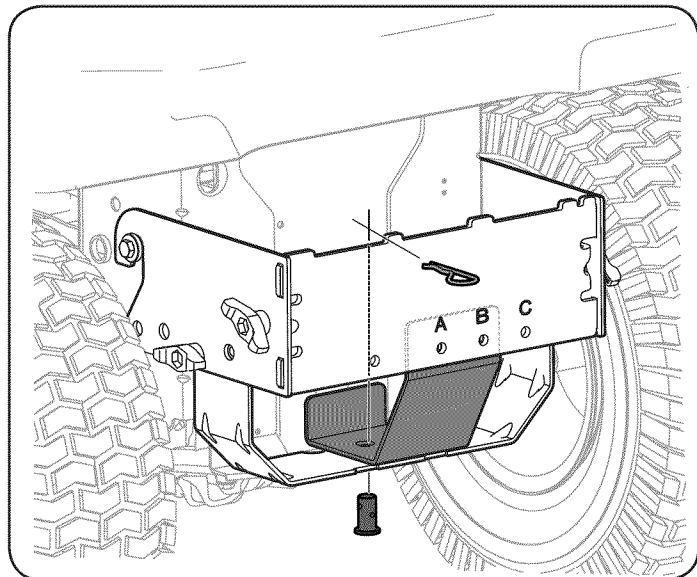

Figure 28
3. Instale el pasador de horquilla (711-0309A) del paquete de tornillería 689-00328A en el enganche del tractor, el soporte del contenedor, y el conjunto de montaje y asegure con un pasador de horquilla (714-0117). See Figure 28.